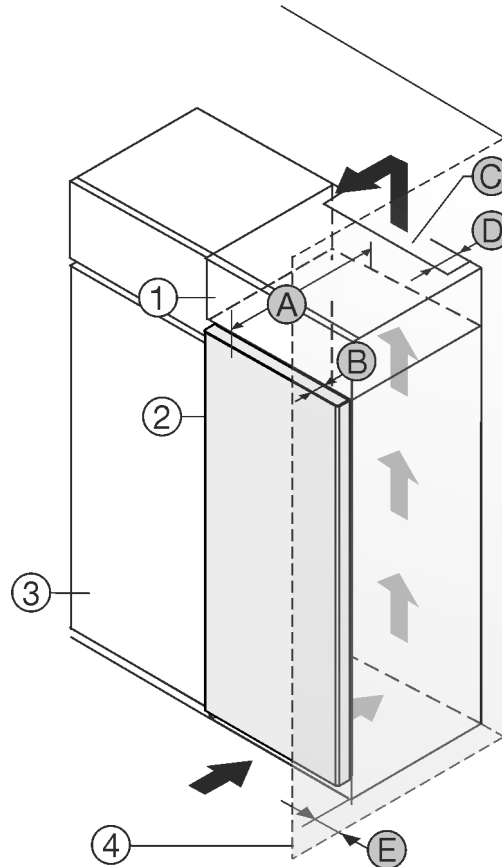

Fig. 1
- (1) Uždedama spintelė \*
- (2) Prietaisas \*
- (3) Virtuvės spinta \*
- (4) Sieną \*
- (5) Prietaiso gylis \*
- (6) Durų gylis \*
- (7) Vėdinimo angos skerspjūvis \*
- (8) Atstumas iki galinės prietaiso pusės \*
- (9) Atstumas iki prietaiso pusės \*
Prietaisą galite statyti iš karto šalia virtuvės spintelės Fig. 1 (3)\*.
Galinėje uždedamos spintelės pusėje turi likti tarpas ventiliacijai, kurio gylis Fig. 1 (8) būtų per visą uždedamos spintelės plotį.\*
Po patalpos lubomis turi būti laikomasi vėdinimo angos skerspjūvio Fig. 1 (7)\*.
Jei prietaisas su lankstais statomas greta sienos Fig. 1 (4), mažiausias atstumas tarp prietaiso ir sienos turi būti 13 mm.\*
Jei prietaisas su lankstais statomas greta sienos Fig. 1 (4), mažiausias atstumas tarp prietaiso ir sienos turi būti 20 mm.\*
Kad durys atsidarytų iki galo, palyginti su šaldytuvo priekiu, prietaisas turi išsikišti bent per savo durų gylį *Fig. 1 (B)*. Priklausomai nuo virtuvės spintelių *Fig. 1 (3)* gylio ir atstumo iki sienos nustatančių detalių naudojimo, prietaisas gali išsikišti daugiau.\*